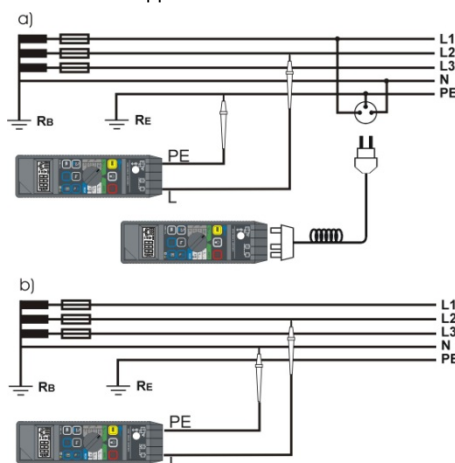

Рис.8. Подключение измерителя к электрической цепи в процессе измерения петли короткого замыкания
- подключить прибор к электрической сети в соответствии с Рис.8а или 8б, в зависимости от вида цепи, которую необходимо измерить: **L-PE** или **L-N**;